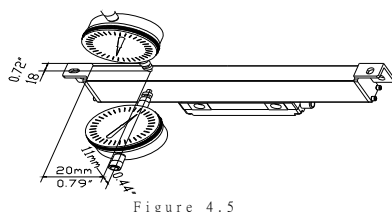
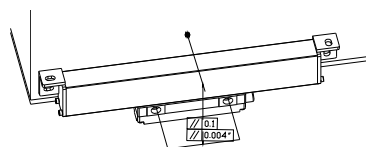

Figure 4.5
Figure 4.6
3. When you calibrate the parallelity of the body of the linear scale with level meter or other similar devices, the angle of the measuring head must be confined within $\pm 30^\circ$ (based on the measuring head of the level meter being parallel with the level meter itself). As for the angle, the smaller, the better. If you use the decimal meter (Figure 4.5, 4.6, 4.8, 4.9), you must make the bar of the measuring head perpendicular with the surface to be measured, only in this case can ensure the actual measuring precision./ เมื่อคุณสอบเทียบความขนานของร่างกายของมาตราส่วนเชิงเส้นกับเครื่องวัดระดับหรืออุปกรณ์อื่นที่คล้ายคลึงกัน มุมของหัววัดจะต้องอยู่ภายใน $\pm 30^\circ$ (ขึ้นอยู่กับหัววัดของเครื่องวัดระดับที่ขนานกับตัววัดระดับเอง). ส่วนมุมยิ่งเล็กลงยิ่งดี หากคุณใช้เมตรทศนิยม (รูปที่ 4.5, 4.6, 4.8, 4.9) คุณต้องทำให้แท่งของหัววัดตั้งฉากกับพื้นผิวที่จะวัด เฉพาะในกรณีนี้เท่านั้นที่สามารถรับประกันความแม่นยำในการวัดจริงได้
9. Based on the center of the linear scale, you must take the point of symm -etry of the two sides as the criteria point when adjusting the height and level of the linear scale. As to any linear scale, whenever you perform th -e horizontal adjustment or vertical adjustment, for the body of the linear scale itself, the range of the adjustment can't individually exceed 20mm from the end of the meter to the body of the scale (Figure4.5). As for the Read Head, perform the adjustment within the two square standard sides (Figure 4.6) /
- ◆ The parallelity of the read-head referring / ความเท่าเทียมกันของการอ้างอิงหัวอ่าน to the worktable is less than 0.10mm, and the maximum parallelity can't exceed 0.15mm (Figure 4.6). / กับโต๊ะทำงานน้อยกว่า 0.10 มม. และความขนานสูงสุดต้องไม่เกิน 0.15 มม. (รูปที่ 4.6)